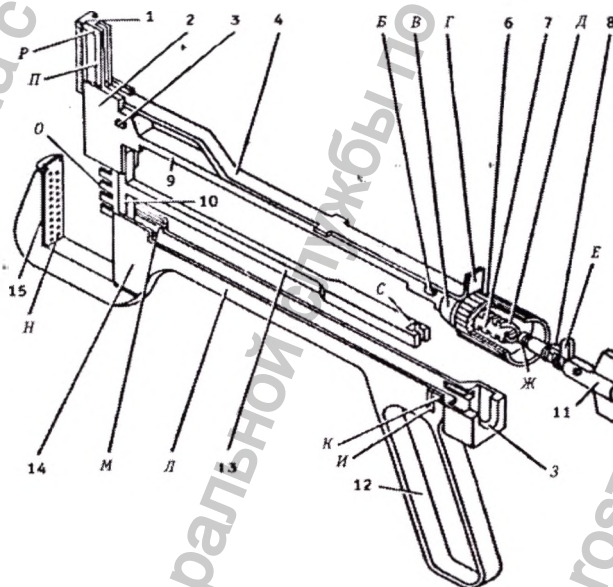

Рисунок 2. Схематическое изображение ушивателя:
4.2. Ушиватель состоит из следующих основных (рис. 2): упорного корпуса **23** и скобочного **27**, толкателя с пластинами **26**, штурвала **13**, магазина **1**, гайки **8**, ограничителя **4**.
5.9. Нажать пальцем на выступ **12** собачки (см. рис.2), одновременно вращая штурвал против часовой стрелки до полного его извлечения.
6.4. Вставьте толкатель в скобочный корпус так, чтобы паз 15 толкателя вошел в проточку штурвала (см. рис. 2).
6.6. Прижмите к низу скобочный корпус так, чтобы штифт 3 и упор 5 находящиеся на нем, располагались напротив пазов 22 упорного корпуса (см. рис.2).
б) перемычки 30 (см. рис. 2) в канавках магазина были направлены в противоположную сторону от каретки, иначе магазин в каретку не войдет.
7.5. Установить магазин в ушиватель, проверьте правильность и полноту зарядки магазина скобками. Продвинуть вперед ограничитель так, чтобы его упор вышел из зацепления с гайкой. Нажать указательным пальцем в исходном положении на выступ 12 собачки (см. рис.2), повернуть штурвал по часовой стрелке до появления концов скобок из пазов магазина.